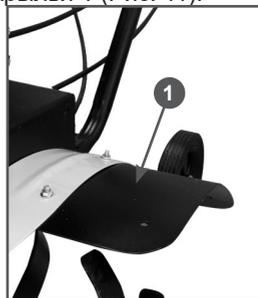

Рис. 11 Установка защитных крыльев
11. Установите дополнительные защитные крылья 1 (Рис. 11).